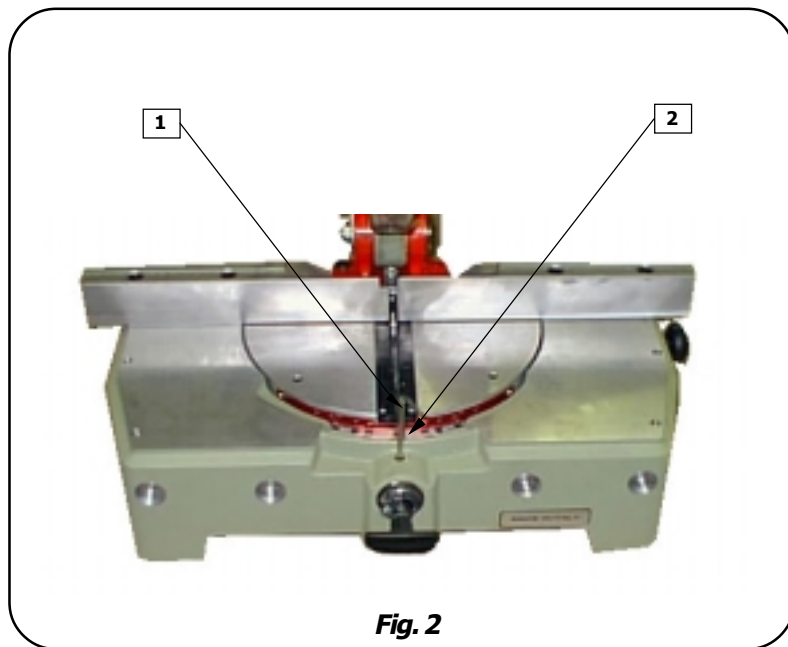

Fig. 2
<p>Può essere necessario eseguire alcune piccole regolazioni sull'angolazione a 0°. Procedere come segue:</p> <ol style="list-style-type: none"> 1. Interrompere l'alimentazione elettrica e assicurarsi che la testa sia in posizione di riposo. 2. Utilizzando una chiave Allen 4 mm. (1) allentare la vite (2). Fig. 2 3. Utilizzando una chiave ad una bocca CH 27 (3), ruotare la boccia eccentrica (4) in un senso o nell'altro. Fig. 3 4. Terminata l'operazione di regolazione, ribloccare nuovamente la vite (2). 	<p>It may be necessary to carry out a few small adjustments on the 0° angle. Proceed as follows:</p> <ol style="list-style-type: none"> 1. Disconnect the electric energy and make sure that the head is in rest position. 2. Utilising a 4 mm Allen wrench (1) loosen the screw (2). Fig. 2 3. Utilising a CH 27 wrench (3), rotate the eccentric bushing (4) in one direction or the other. Fig. 3 4. Once the adjustment operation has been terminated, re-tighten the screw (2).